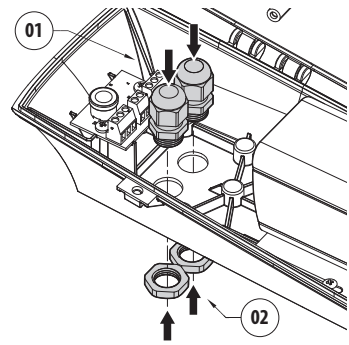
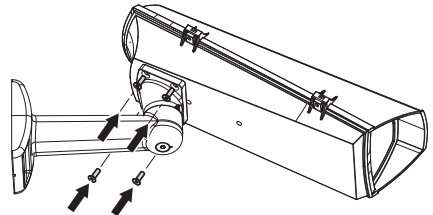

Fig. 05
Fig. 06
Befestigen Sie die Kabelschellen (Fig. 05, Seite 7) in die angegebene Richtung (01), wobei darauf zu achten ist, dass die Muttern (02) fest angezogen werden. Fügen Sie die Drähte und die Kabel durch die Halterung ins Gehäuse ein; diese Kabel müssen durch die Kabelschellen (01) gesperrt werden. Befestigen Sie das Gehäuse an die Halterung (Fig. 06, Seite 7) mit den 4 mitgelieferten Schrauben. Fügen Sie etwas Schraubensicherung Kleber auf die Schraubenlöcher (wie Loctite 243). Die Kabelschellen sind für Kabeldurchmesser von 5 bis 10mm geeignet.